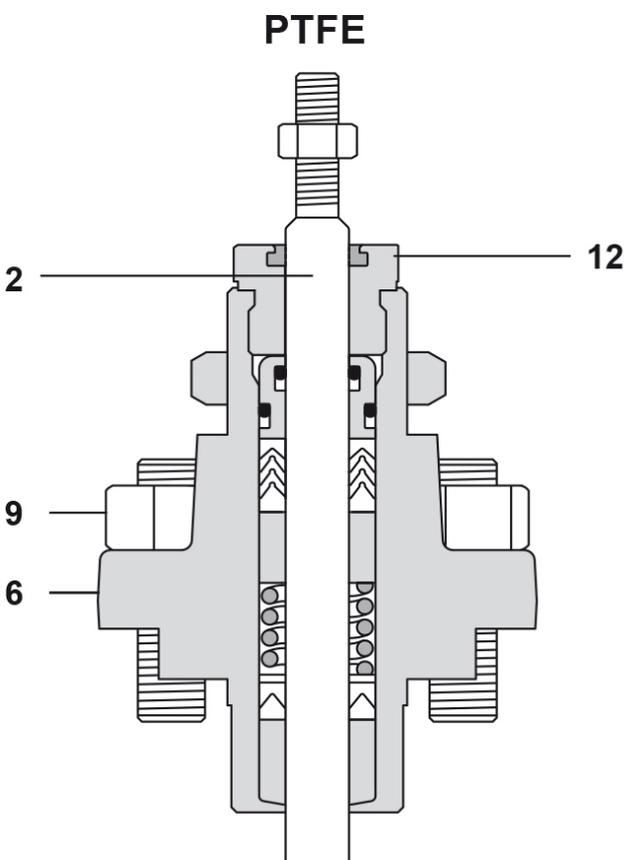
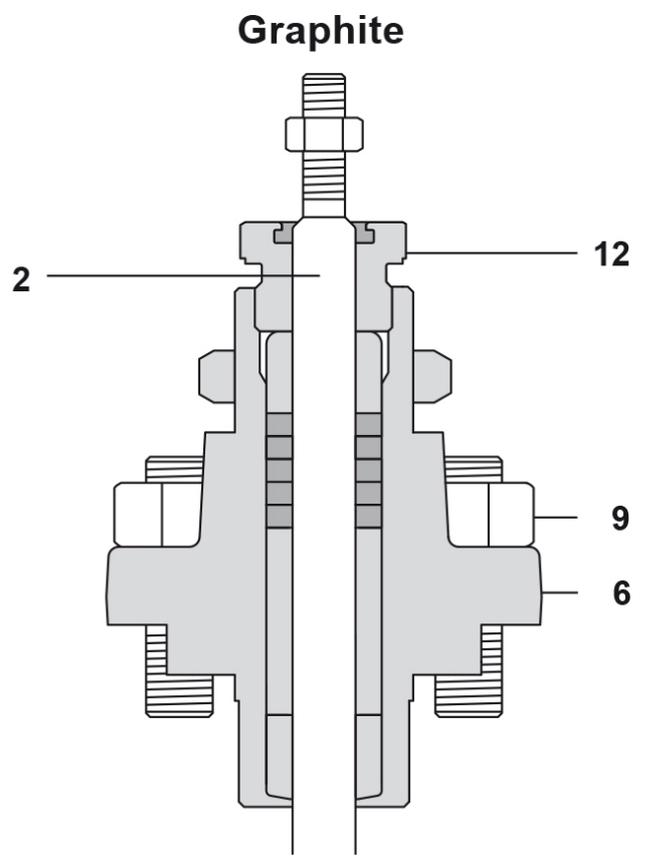

Fig. 17
Fig. 18
5.3 Remplacement des garnitures d'étanchéité en PTFE (voir Figure 18)
- Enlever l'écrou de blocage (34), l'écrou de presse-étoupe (12), les joints toriques (7a et 7b) et le racloir (13) de l'écrou de presse-étoupe, en s'assurant que les rainures sont propres et non endommagées. Remplacer toutes ces pièces par des neuves. Il est recommandé de graisser les joints toriques avec de la graisse silicone.
- Nettoyer la cavité et monter de nouveaux composants dans l'ordre indiqué sur la Fig. 17.